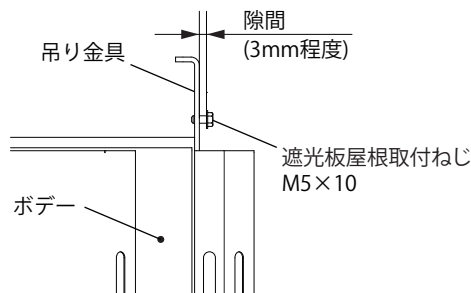

図5
1. 遮光板屋根を低くしたい側（傾斜の後側）の吊り金具の取付穴に、遮光板屋根取付ねじM5×10を、隙間を3mm程度残して仮締めしてください。（2か所）（図5）